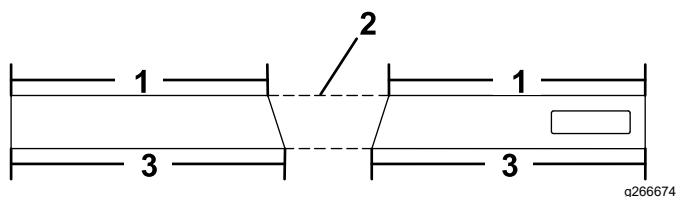

Figure 3
1. Coupez la bande comme indiqué à la Figure 3 en vous servant des spécifications correspondant à votre chasse-neige qui sont données ci-dessous :